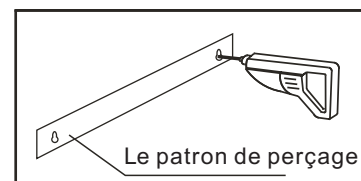

Fig. 4-2
7. Placez le patron de perçage sur la ligne B, centré sur la ligne centrale (LC). Percez 2 trous de Ø 8 mm (un de chaque côté) (Fig. 4-2)